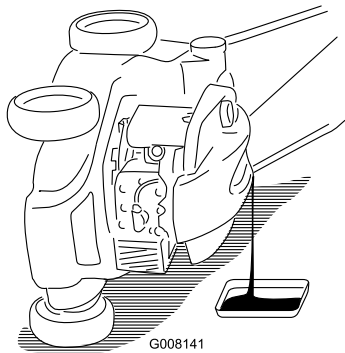

Figura 32
5. Coloque el cortacésped en su lado **izquierdo** (con el filtro de aire hacia arriba) para drenar el aceite usado a través del tubo de llenado de aceite (Figura 32).